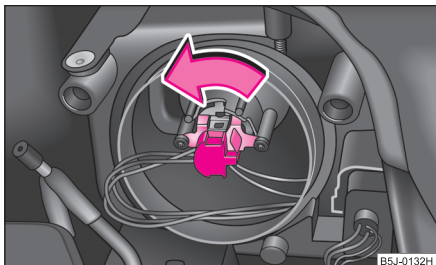

Fig. 186 Demontarea becului luminii de întâlnire și drum
- La farurile cu modul (bec cu halogen H7) ⇒ fig. 186, rotiți fișa electrică cu becul cu halogen până la limită spre stânga și scoateți-l.